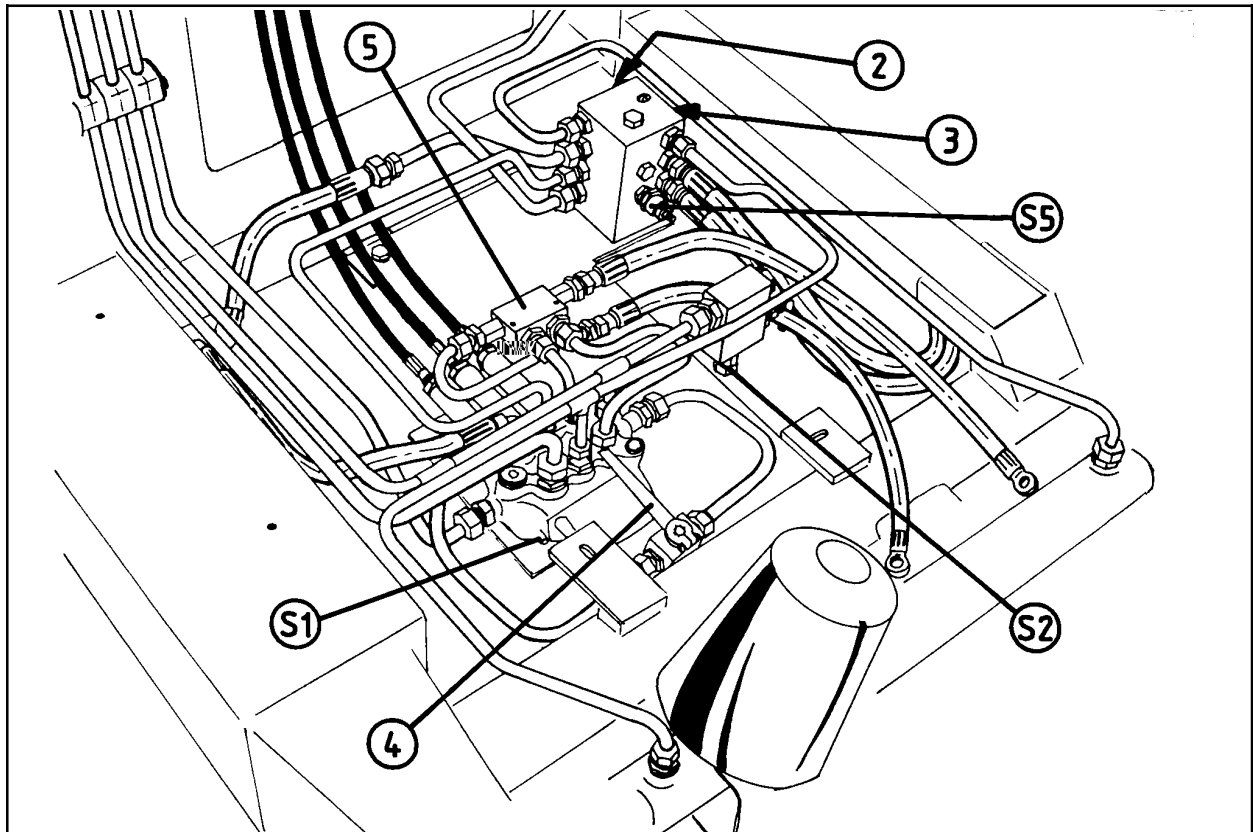

Fig. 14-1
La plupart des tracteurs sont équipés d'une pompe à huile qui débite une quantité constante d'huile par rotation. L'électrovanne à bille (pos. 4, fig.14-1) doit être en position ouverte (voir chapitre 4.7). Si aucune fonction n'a été choisie, l'huile provenant du tracteur traverse le distributeur de la machine et s'écoule dans le réservoir. Dès que l'une des manettes entre en service, le circuit se ferme et l'huile est dirigée vers la fonction demandée.
Pour les tracteurs équipés d'une pompe à débit variable, comme ceux de la marque John Deere, l'électrovanne à bille doit être placée en position fermée (Pos. 4, fig 14-1). Dans ce cas, l'huile ne parvient pas au distributeur principal que lorsque l'une des fonctions est activée.
- 14.2** La Pos. 5 de la fig. 14-1 est un clapet anti-retour à commande automatique empêchant toute baisse de la pression dans le cylindre qui maintient le couteau fermé.
- 14.3** Le système hydraulique est équipé d'une vanne de sécurité (S1) dont la pression est réglée à 185 bar. Elle ouvre le passage de l'huile vers le circuit de retour si cette pression est dépassée. Cette vanne est située sur le distributeur principal. Voir fig.14-1.
- 14.5** Le distributeur de la fig.14-1 est équipé de trois vannes: